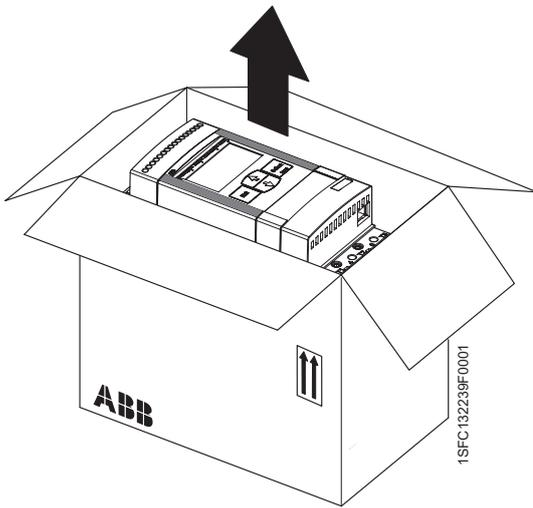

Abb. 4.1: PSE18...PSE170 auspacken
- Stellen Sie sicher, dass das Paket mit der korrekten Seite nach oben aufgestellt ist. Siehe Abb. 4.1 und 4.2.